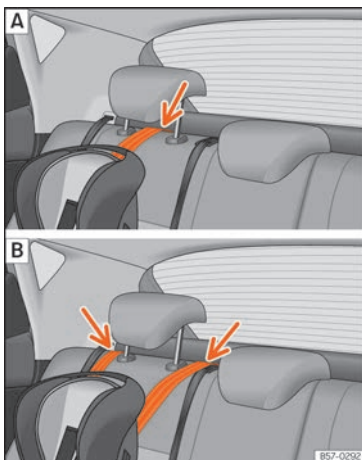

**Fig. 37** Cinghia di fissaggio: regolazione e montaggio in base alla cintura Top Tether.
- Posizionare la cinghia sotto il poggiatesta del sedile posteriore »» fig. 37 (in base alle istruzioni dello seggiolino stesso, alzare o rimuovere il poggiatesta, se necessario).